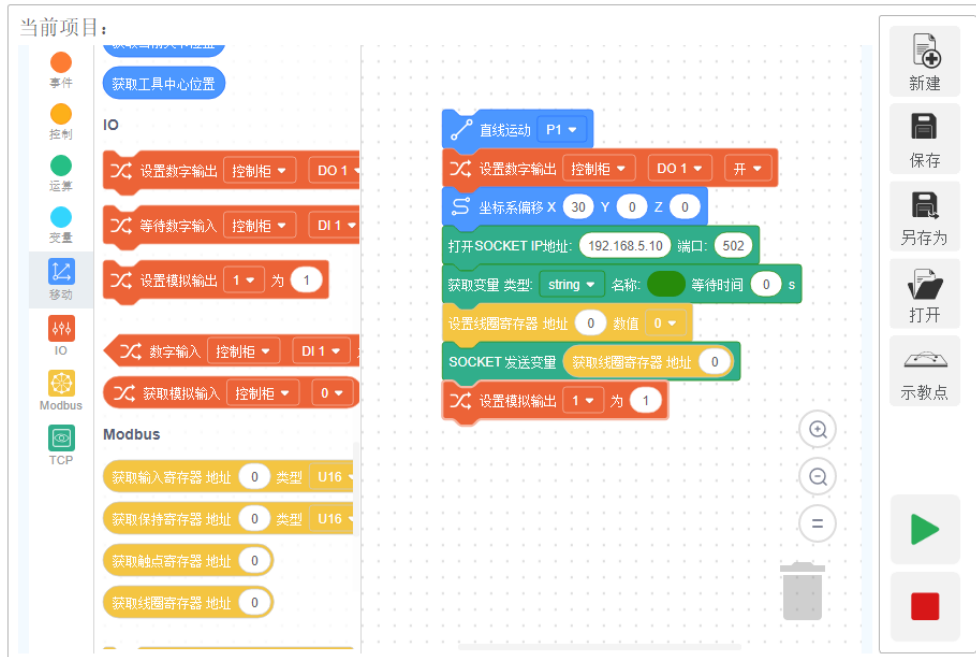

图 3.7 编写程序
**步骤 2** 在积木区拖动相应的积木至代码区开始编程，如图 3.7所示。